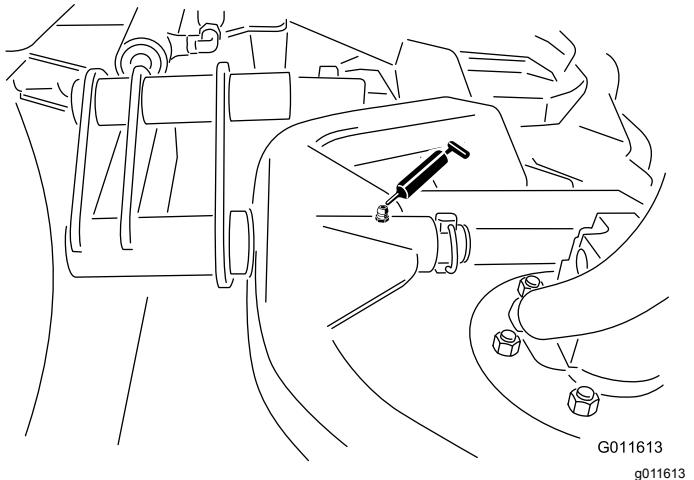

Figura 29
- Perni orientabili del braccio di sollevamento (1 ciascuno) — Figura 29
- Perno orientabile del telaio portante degli apparati di taglio (1 ciascuno) — Figura 29